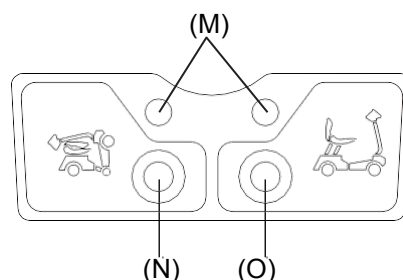
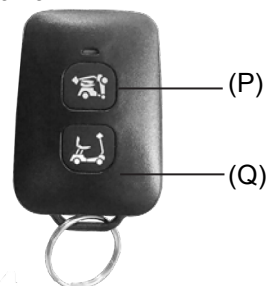

Figura 23
Figura 24
- Cuando el scooter está apagado y está en espera para plegar/desplegar, el indicador luminoso de plegado/desplegado (M) del scooter será anaranjado. (Figura 23)
- Botones del scooter (Figura 23)
- Pulse el botón de plegado (N) una vez para plegar automáticamente. Asegúrese de que el scooter esté completamente expandido antes de plegarlo.
- Pulse el botón de desplegado (O) una vez para desplegar automáticamente. Asegúrese de que el scooter esté completamente plegado antes de desplegarlo.
- Presione (N)/(O) otra vez para plegar/desplegar si se interrumpe el proceso de plegado/desplegado.
- Botones de mando a distancia (Figura 24)
- Pulse el botón de plegado (P) una vez para plegar automáticamente. Asegúrese de que el scooter esté completamente expandido antes de plegarlo.
- Pulse el botón de desplegado (Q) una vez para desplegar automáticamente. Asegúrese de que el scooter esté completamente plegado antes de desplegarlo.
- Presione (P)/(Q) otra vez para plegar/desplegar si se interrumpe el proceso de plegado/desplegado.